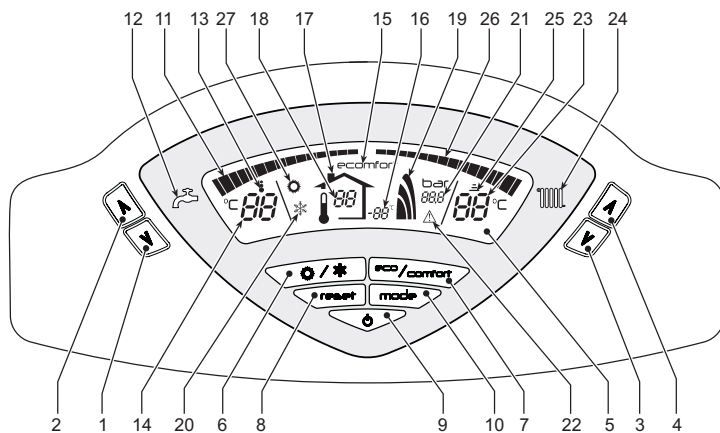
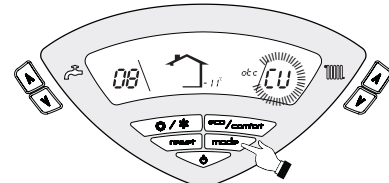

fig. 1 - Panel de control
fig. 11 - Curva de compensación
La demanda de calefacción (generada por el termostato de ambiente o el reloj programador a distancia) se indica mediante el parpadeo del símbolo de **funcionamiento en calefacción** (25 - fig. 1).
Los indicadores de temperatura del agua sanitaria (26 - fig. 1) se encienden gradualmente a medida que el sensor correspondiente detecta que se va alcanzando el valor programado.
La demanda de agua caliente sanitaria (generada por la apertura de un grifo correspondiente) se indica con el parpadeo del símbolo de **funcionamiento en ACS** (13 - fig. 1). Comprobar que se encuentre activada la función Comfort (15 - fig. 1).
Los indicadores de temperatura del agua sanitaria (11 - fig. 1) se encienden gradualmente a medida que el sensor correspondiente detecta que se va alcanzando el valor programado.
Cuando el acumulador está activado (opción predeterminada), en el display aparece el símbolo de CONFORT (15 - fig. 1); si está desactivado, se visualiza el símbolo ECO (15 - fig. 1).
Para desactivar el calentador y establecer el modo ECO, pulsar la tecla eco/comfort (7 - fig. 1). Para volver al modo CONFORT, pulsar nuevamente la tecla eco/comfort (7 - fig. 1).
Pulsar la tecla **on/off** (9 - fig. 1) durante 1 segundo.
Para volver a activar la caldera, pulsar nuevamente la tecla **on/off** (9 fig. 1) durante 1 segundo.
- Pulsar la tecla ON/OFF (9 - fig. 1).
Pulsar la tecla **Verano/Invierno** (6 - fig. 1) durante 1 segundo.
En la pantalla aparece el símbolo de Verano (27 - fig. 1): la caldera solo suministra agua sanitaria. El sistema antihielo permanece operativo.
Para desactivar el modo Verano, pulsar nuevamente la tecla **Verano/Invierno** (6 - fig. 1) durante 1 segundo.
Mediante las teclas (3 y 4 - fig. 1) se puede regular la temperatura del agua de calefacción entre 30 °C y 85 °C,
Mediante las teclas (1 y 2 - fig. 1) se puede regular la temperatura del agua sanitaria entre 10 °C y 65 °C.
Si está instalada la sonda exterior (opcional), en la pantalla del panel de mandos (5 - fig. 1) aparece la temperatura exterior instantánea medida por dicha sonda. El sistema de regulación de la caldera funciona con "Temperatura adaptable". En esta modalidad, la temperatura del circuito de calefacción se regula en función de las condiciones climáticas exteriores, con el fin de garantizar mayor confort y ahorro de energía durante todo el año. En particular, cuando aumenta la temperatura exterior disminuye la temperatura de ida a calefacción, de acuerdo con una curva de compensación determinada.
Durante el funcionamiento con temperatura adaptable, la temperatura programada mediante las **teclas de la calefacción** (3 y 4 - fig. 1) pasa a ser la temperatura máxima de ida a la instalación. Se aconseja definir el valor máximo para que el sistema pueda regular la temperatura en todo el campo útil de funcionamiento.
Si se pulsa una vez la tecla **mode** (10 - fig. 1) se visualiza la curva de compensación actual (fig. 11), que puede modificarse con las **teclas del agua sanitaria** (1 y 2 - fig. 1).